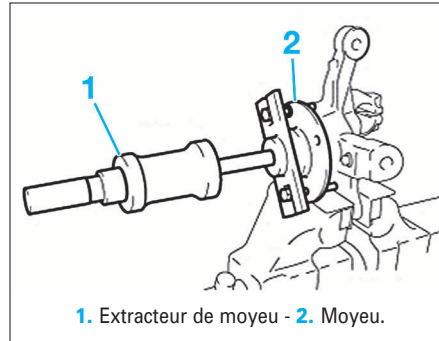

FIG. 14
- Extracteur de moyeu (réf : 09520-24010) (Fig.14).
- Mettre en place un extracteur de moyeu approprié sur le pivot et déposer le moyeu (Fig.14).